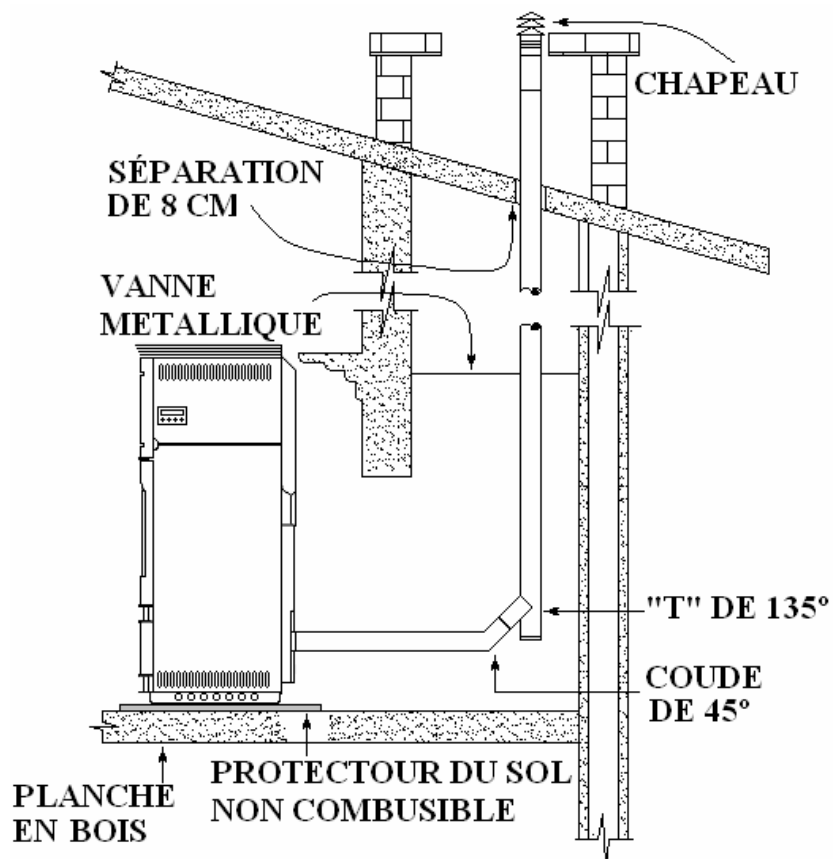

Figure 6
- 4.35. Installer l'poêle selon la figure 6, en faisant particulièrement attention à placer une vanne métallique, tube flexible en acier inoxydable pour la sortie de gaz.